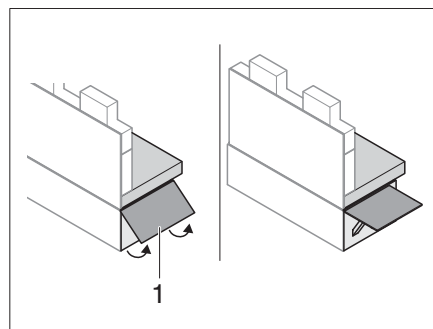

Fig. 133 Déployer la rallonge de banquette
- Rabattre la rallonge de la banquette (Fig. 133,1) vers le haut.
- Insérer la languette de déverrouillage et rabattre la rallonge de banquette (Fig. 133,1).